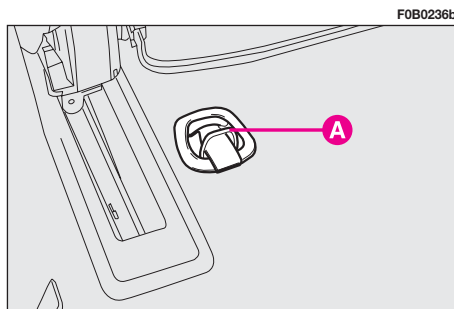

fig. 72
- para las sillas dirigidas hacia adelante, enganche la correa superior (ubicada en el bolsillo superior de la silla) a la argolla **A**-fig. 72 que se encuentra en el piso detrás del asiento: